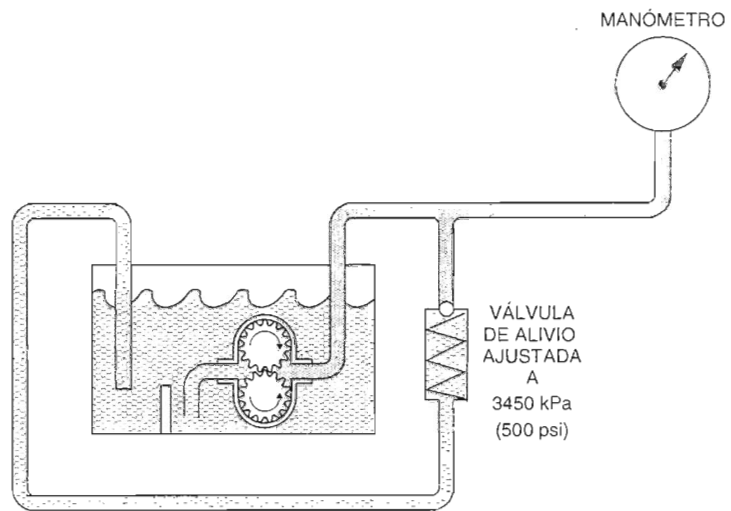

Figura 1-18. Circuito para la pregunta de repaso 6.
6. En el circuito mostrado en la Figura 1-18, ¿qué lectura debe realizar el manómetro? Explique.